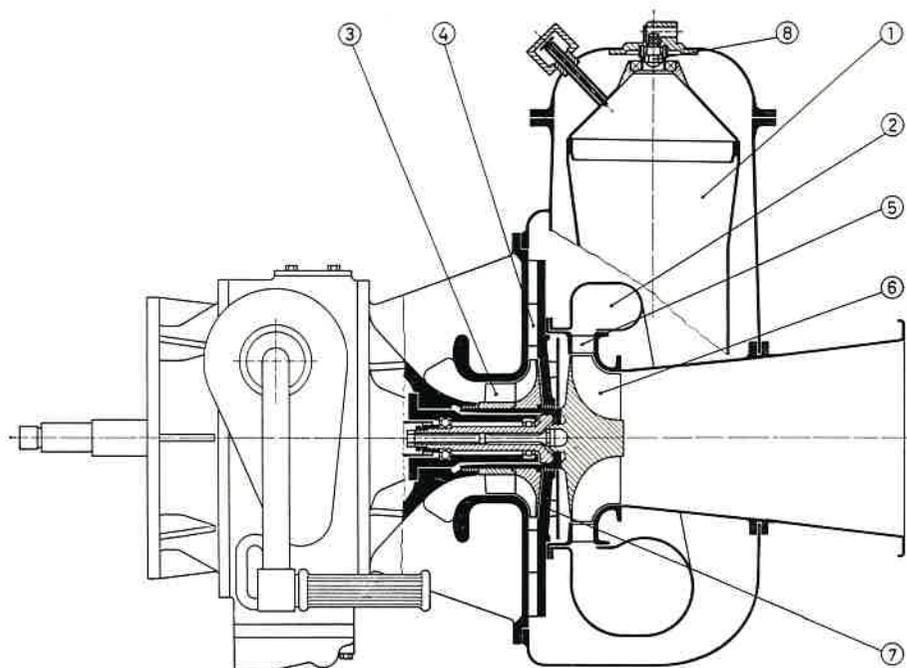

Bild 3 Schemaschnitt
*) (3/1) bedeutet: Bild 3, Teil 1